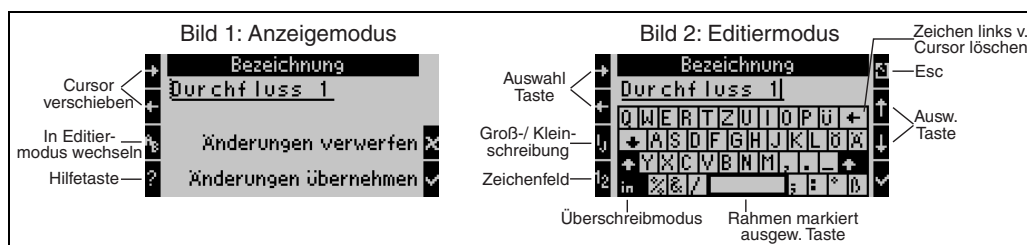

Abb. 19: Bsp.: Editieren einer Bezeichnung mit Palmtastatur
- Mit Pfeiltasten Cursor rechts vor das Zeichen bewegen, vor dem ein Zeichen eingefügt werden soll. Falls der gesamte Text gelöscht und neu geschrieben werden soll, Cursor ganz nach rechts verschieben. (s. Abb. 19, Bild 1)
3. Mit IJ/ij und ½ Taste Tastenfeld mit Groß-/Kleinbuchstaben oder Zahlen wählen. (s. Abb. 19, Bild 2)
4. Mit Pfeiltasten gewünschte Taste auswählen und mit dem Haken bestätigen. Falls Sie Text löschen wollen Taste ganz rechts oben wählen. (s. Abb. 19, Bild 2)
6. Esc-Taste drücken, um von Editiermodus in den Anzeigemodus zu wechseln und Änderung mit Haken Taste übernehmen. (s. Abb. 19, Bild 1)
- Im Editiermodus (s. Abb. 19, Bild 2) lässt sich der Cursor nicht bewegen! Wechseln Sie mit der Esc-Taste ins vorhergehende Fenster (s. Abb. 19, Bild 1) um den Cursor auf das Zeichen zu ziehen, welches geändert werden soll. Dann wieder AB Taste betätigen.